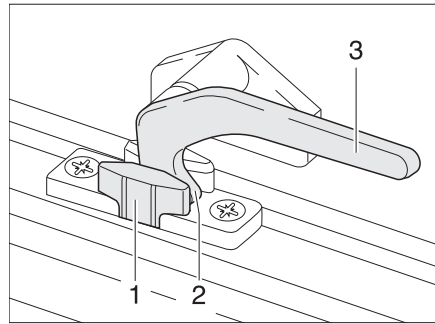
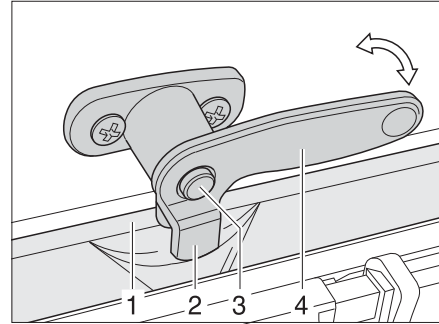

Fig. 67 Palanca de bloqueo en posición "Ventilación continua"
Fig. 68 Palanca de bloqueo con botón de seguridad en posición "Ventilación continua"
- En la posición "Ventilación continua" (Fig. 67)
- Caso disponible, presionar y mantener presionado el botón de seguridad (Fig. 68,3).
- Girar la palanca de bloqueo (Fig. 67,3 ó Fig. 68,4) un cuarto de vuelta hacia la mitad de la ventana.
- Girar de nuevo hacia atrás la palanca de bloqueo. El saliente de bloqueo (Fig. 67,2 ó Fig. 68,2) se ha de introducir para ello en el rebaje del bloqueo de la ventana (Fig. 67,1 ó Fig. 68,1).